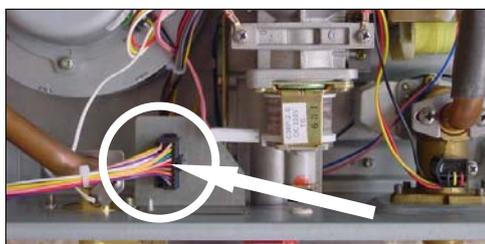

Fig. 2
4. Scollegare il connettore del pannello di controllo (Fig.2).
16. Ricollegare il connettore del pannello di comando (Fig.2).